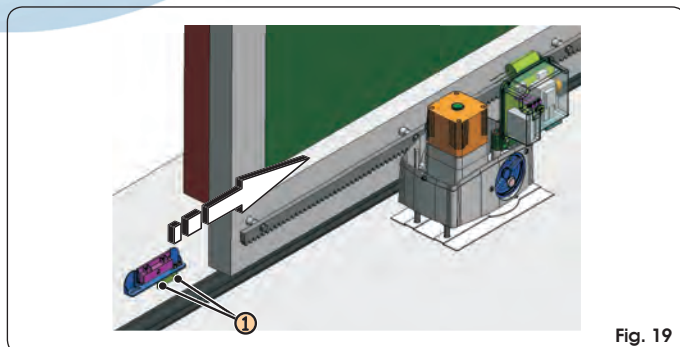

Fig. 19
- 4) Deslice sobre la cremallera, en la dirección del motor, el imán más cercano al operador, véase figura 19. Tan pronto como el diodo correspondiente al final de carrera presente en la tarjeta se apague, haga avanzar el imán otros 10 mm y fíjelo con los tornillos (Fig. 19 ref. ①).